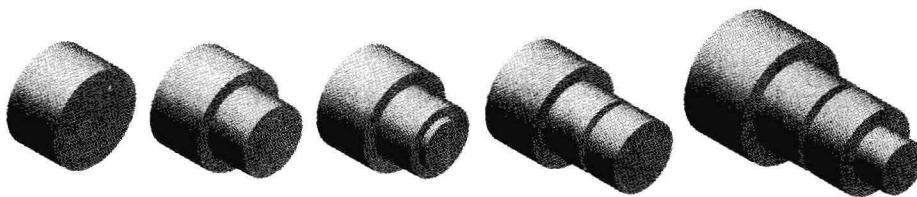

图 1-6 “层叠蛋糕”法
1. “层叠蛋糕”法 用层叠蛋糕方法创建这个零件,如图 1-6 所示,一次创建一层,后面一层或者特征加到前一层上。如果改变了某一层的厚度,在其基础上创建的后面的层的位置也将随之改变。